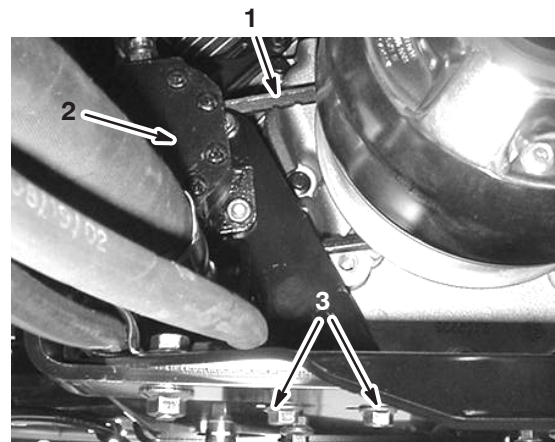

Bild 50
2. Lockern Sie die Befestigungsschrauben der Lenkpumpe (Bild 50).